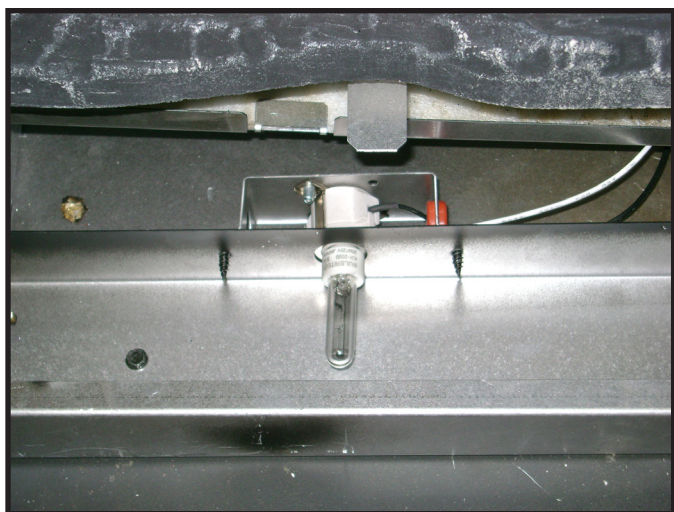

Figure 11.10 Ampoules pour les braises
2. Installez deux ampoules halogènes de 20 watts par côté. Voir la figure 11.10.